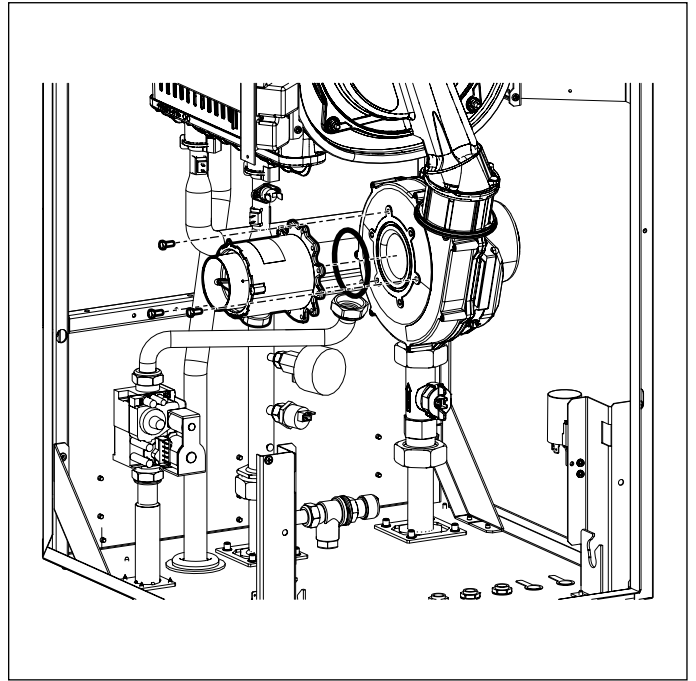

Fig. 33 Miscelatore
- Rimuovere il miscelatore svitando le tre viti a brugola (vedi Fig. 33 Miscelatore).
- Montare il miscelatore riasssemblato al ventilatore con le viti a brugola, avendo cura di riposizionare, fra miscelatore e ventilatore, l'o-ring di tenuta (vedi Fig. 33 Miscelatore).